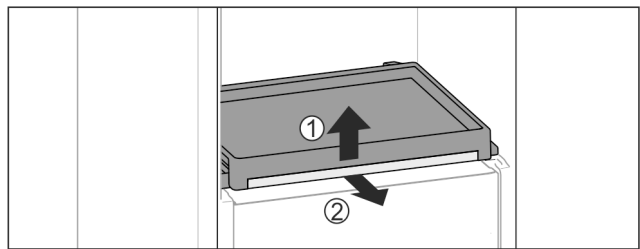

Fig. 114
- ▶ Извадете изтеглящата се дъска със стъклената плоча: Повдигнете леко отпред стъклената плоча Fig. 114 (1) и я изтеглете напред Fig. 114 (2).